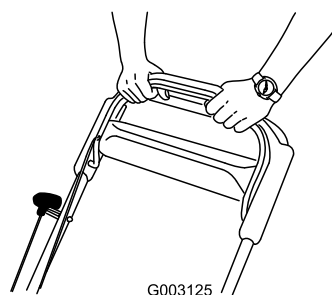

Bild 19
3. Halten Sie den Schaltbügel gegen den Bügel gedrückt (Bild 19).